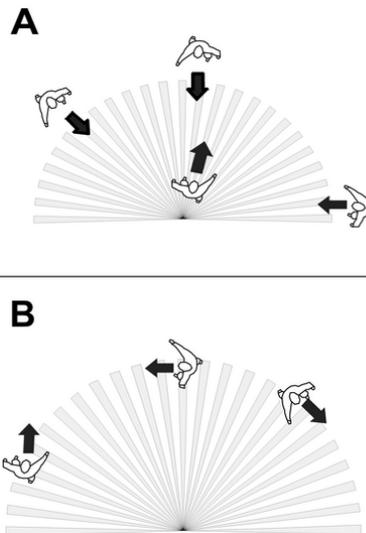

Figura 7: Campo di rilevamento secondo la direzione di movimento
- i** Osservare la direzione di movimento: si distingue tra movimento parallelo A e movimento trasversale B (figura 7). I movimenti perpendicolari al rivelatore di movimento sono più facilmente registrabili rispetto ai movimenti paralleli al rivelatore.